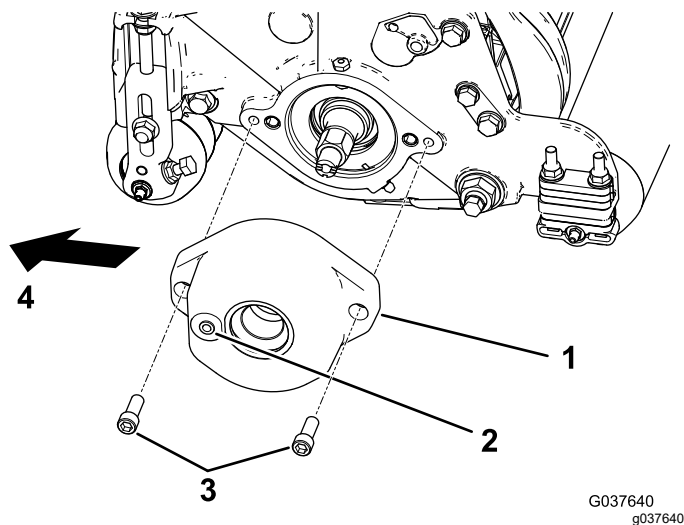

Figura 4
2. **Para el kit del Modelo 133-0158 de máquinas Reelmaster 5010 con unidades de corte de 17,8 cm solamente:** monte el alojamiento del cepillo del rodillo en el alojamiento del cojinete del molinete con 2 pernos allen ($\frac{3}{8}$ " x 1"); consulte Figura 4.